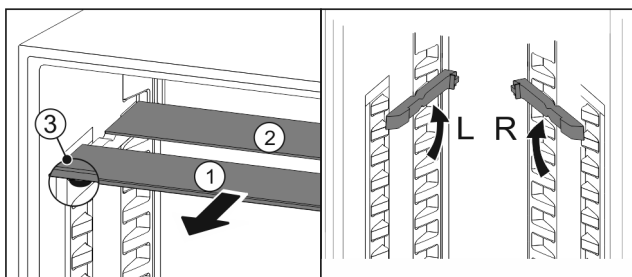

Fig. 99
- ▶ Посуньте Fig. 99 (1) скляну панель вперед.
- ▶ Скляна панель Fig. 99 (1) з декоративною планкою лежить спереду.
- ▶ Стопори Fig. 99 (3) показують вниз.